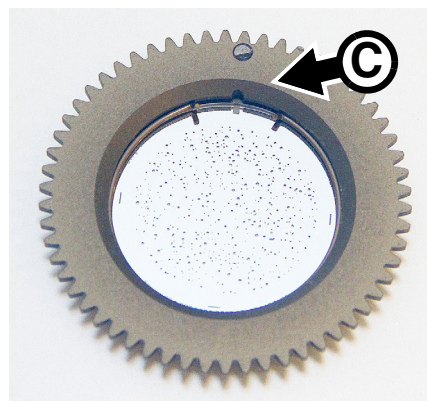
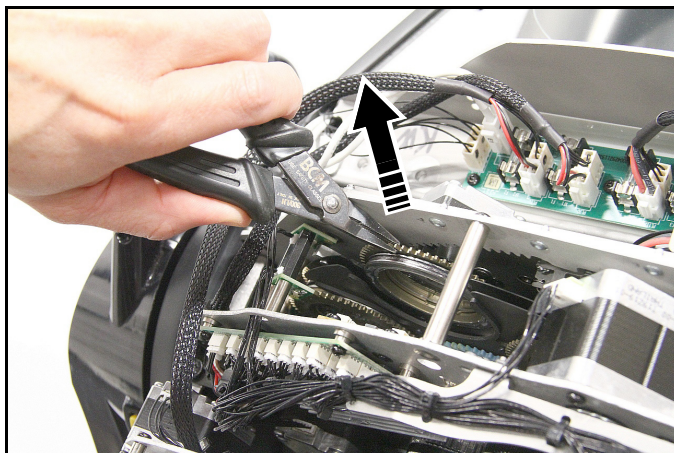

Figure 14 : Point de référence sur le porte-gobo
Figure 16 : Dépose d'un gobo de la roue 2
2. Avec vos doigts, faites tourner le gobo à retirer pour aligner un point de référence (par exemple, l'aimant d'indexation et le repère **C** indiqué en Figure 14) sur le porte-gobo et un point de référence sur le module d'effets.
2. Voir Figure 16. Avec vos doigts, faites tourner le gobo à retirer pour aligner un point de référence (par exemple, l'aimant d'indexation et le repère **C** indiqué en Figure 14 en page 25) sur le porte-gobo et un point de référence sur le module d'effets.